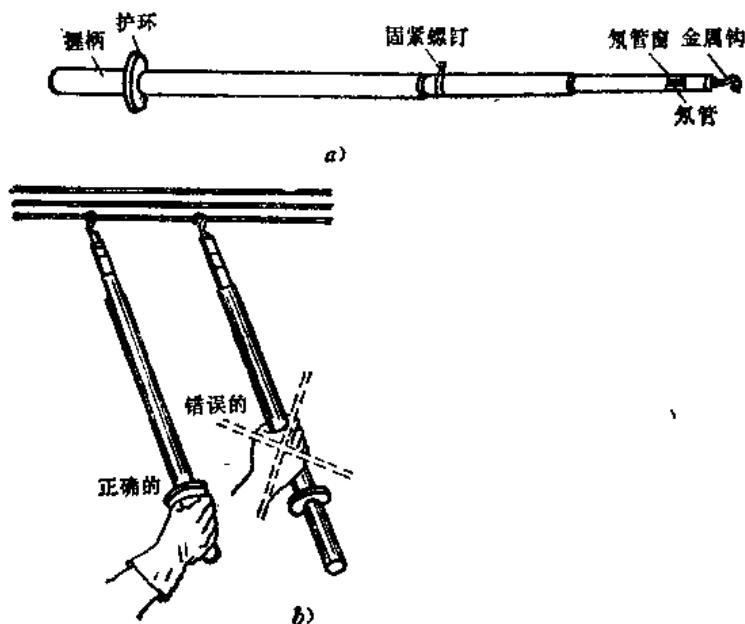

图 1-1 高压验电笔
(1) 高压验电笔 高压验电笔也叫高压验电器，它是检验高压线路和配电设备有无电压存在的工具，由指示器、绝缘杆和握柄三部分组成，各部分用螺丝紧固联接。高压验电笔用于检验10千伏及10千伏以上的线路和配电设备。在户外使用高压验电笔时，必须在良好的气象条件下使用，遇到雨、雪、雾等情况不宜使用。使用时应两人操作，其中一人进行验电操作，另一人进行监护。进行验电操作的人员要戴符合耐压要求的绝缘手套，而且手应握在验电笔的握柄上，不得超过护环。为了确保安全，使用前应将高压验电笔先在确实有电处试测，氖气管必须发光，证明验电笔确属良好，然后才能使用。高压验电笔应每六个月进行一次耐压试验，以确保安全。高压验电笔的外形结构和使用时的握笔方法见图1-1。